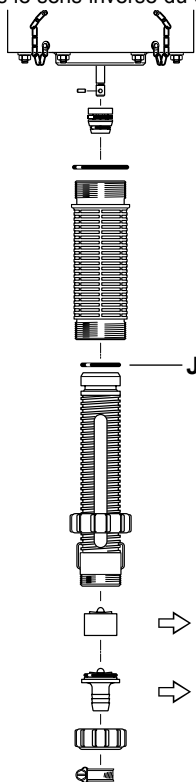

Fig. 16
- Graisser au silicone le joint (**Fig. 16-J**).